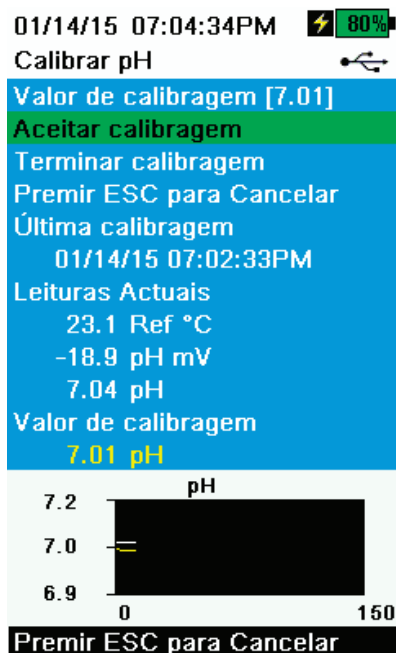

Figura 50 Calibrar pH 1 ponto
7. Observe a estabilidade das leituras de medição actuais (a linha branca do gráfico não apresenta alterações significativas durante 40 segundos) e seleccione **Aceitar Calibração** (Figura 50). "Pronto para cal. ponto 2" aparece na área de mensagens.